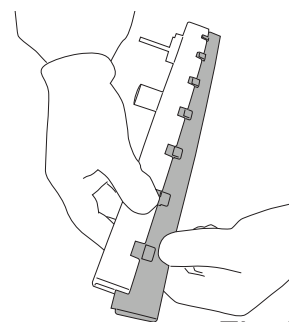

Fig.41
- Tirer les lames pour extraire le groupe (Fig.41).